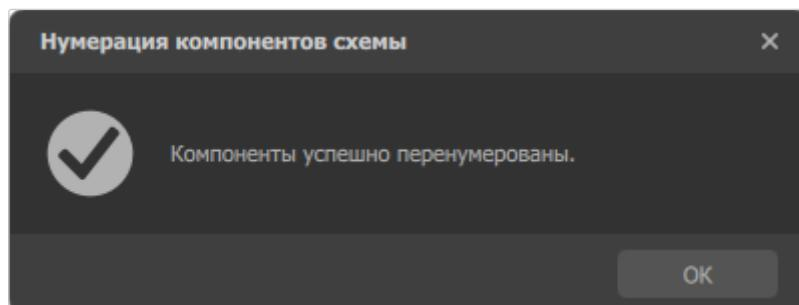

Рисунок 75. Диалоговое окно подтверждения перенумерации компонентов
- 2) В диалоговом окне, подтверждающем перенумерацию компонентов, нажать на кнопку **OK** (см. рисунок 75).